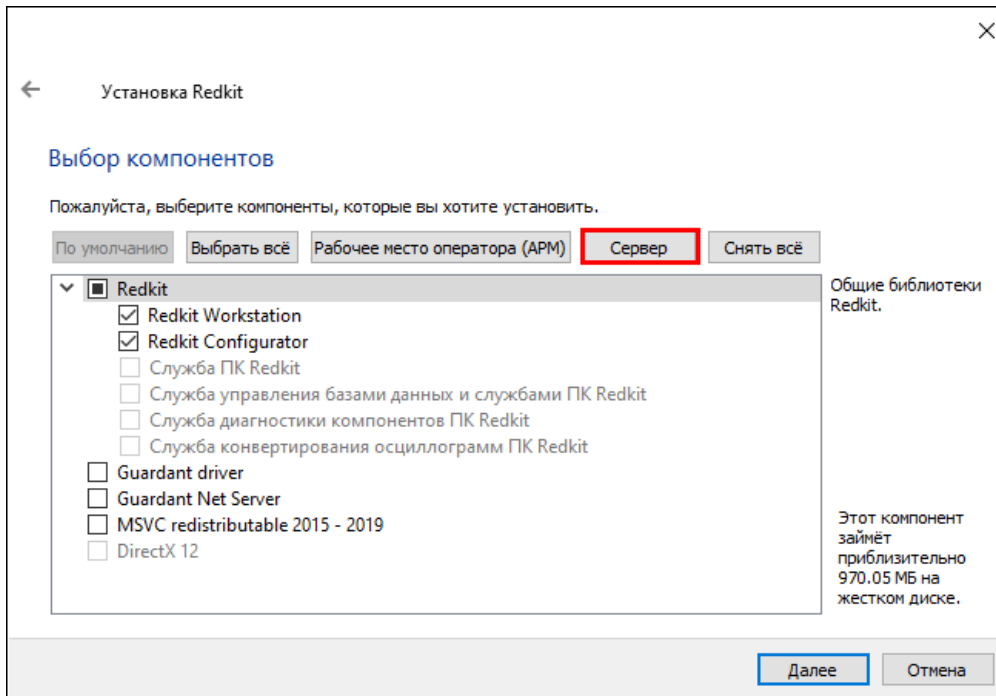
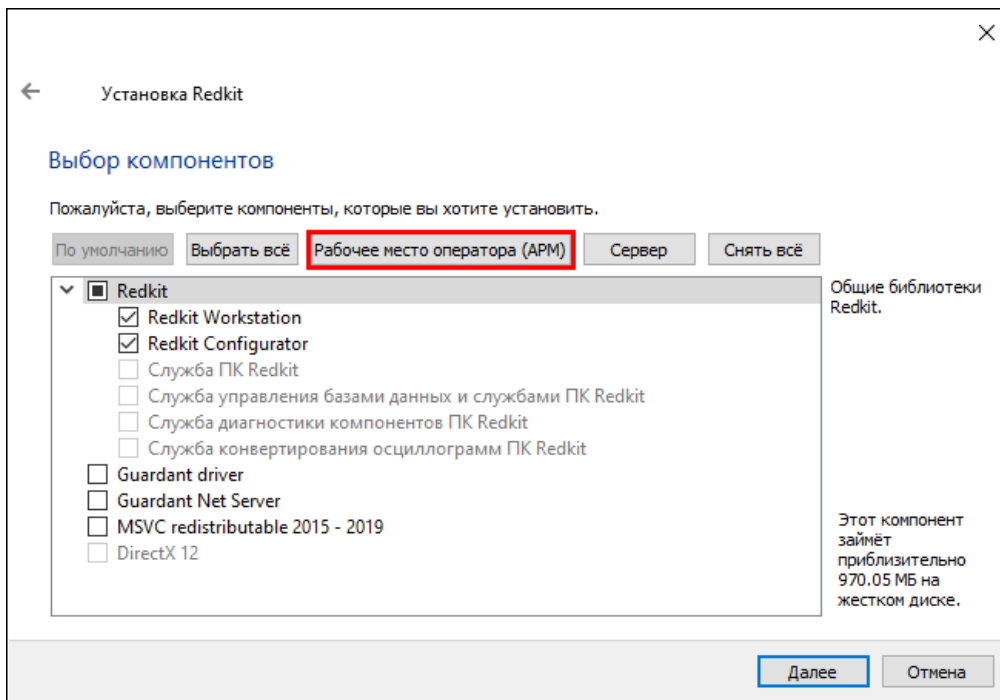

Рисунок 19 - Компоненты для Сервера
Рисунок 20 - Компоненты для АРМ
4. Нажмите **Сервер**, если установка Redkit выполняется на сервере, и нажмите **Далее** (Рисунок 19). Нажмите **Рабочее место оператора (АРМ)**, если установка Redkit выполняется на АРМ, и нажмите **Далее** (Рисунок 20).